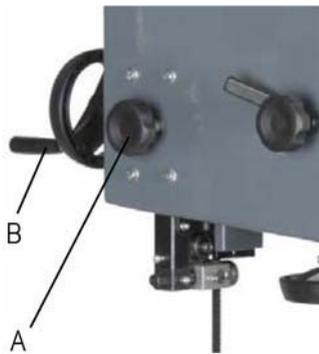

Fig. 10 : Réglage du guide de la lame de scie
Étape 1 : Desserrer la vis de serrage (Fig. 10, Pos. A).
(Fig. 10, Pos. B).
Étape 3 : Fixez le guide du ruban de scie à l'aide de la vis de serrage (Fig. 10, Pos. A).